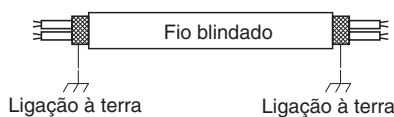

Fig. 4-6
- Utilize fios blindados para a instalação eléctrica de controlo entre unidades (c) e ligue a blindagem à terra em ambos lados; caso contrário, pode ocorrer um mau funcionamento devido ao ruído. (Fig. 4-6) Ligue os fios como mostrado na Secção “4-3. Diagramas do sistema eléctrico”.